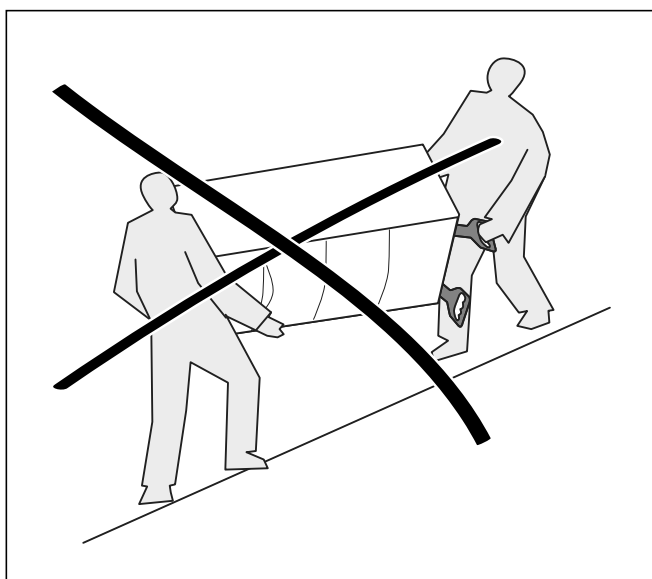

Рис. 4.4 Неправильная транспортировка, прибор повреждается
- Ни в коем случае не транспортируйте аппарат так, как показано на рис. 4.4 и 4.5.